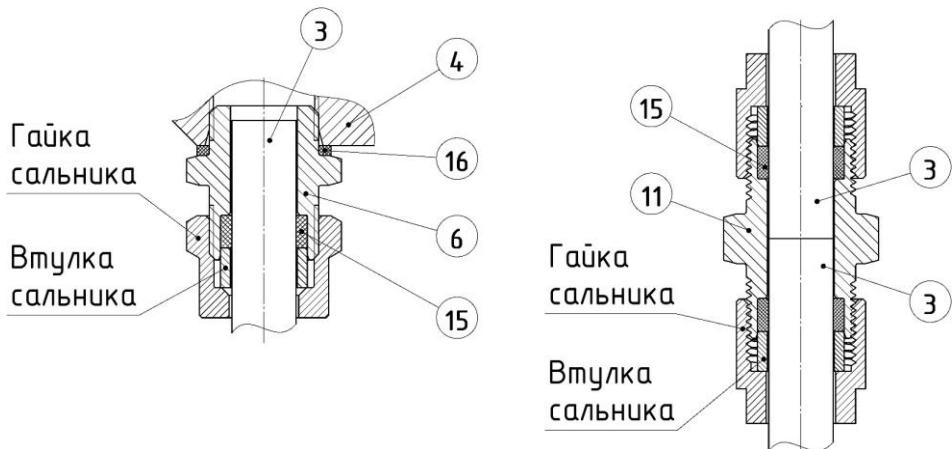

Рисунок 7.2.3 – Устройство скользящей втулки и соединительной муфты
Уплотнительный узел трубы представляет собой втулку ⑥ с установленными в ней сальниками ⑮, которые образуют со смотровой трубкой ③ герметичную скользящую посадку. Уплотнение обеспечивается обжатием сальника вокруг трубы закручиванием гайки сальника (см. рисунок 7.2.3).
6) Затяните гайки сальника (см. рисунок 7.2.3) с моментом затяжки, не превышающим величины, указанной в таблице 2.1.